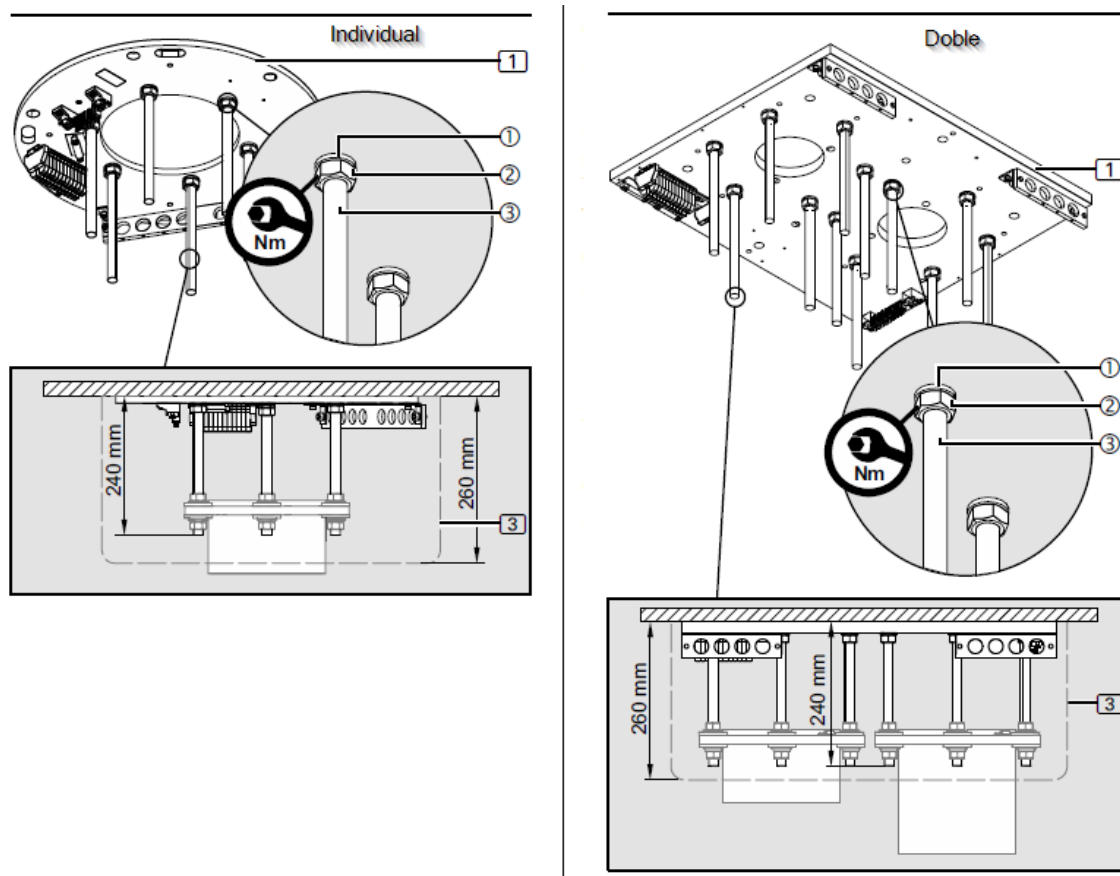

Fig. 13 Montage de la plaque d'interface sans faux plafond
- Réglez la distance entre les écrous hexagonaux M16 (2) et la plaque d'interface de 1 à $L = LG - 95$ mm (min. 110 mm / 150 mm).
- Visser les écrous hexagonaux M16 (2) sur les boulons filetés M16 (1) à la distance calculée L.
- À l'aide d'un niveau à bulle numérique, alignez les écrous hexagonaux M16 de ② à l'horizontale.
- Montez 1 rondelle plate d'un diamètre extérieur de 34 mm ③.
- Placez 1 disque isolant en plastique ④ (comme indiqué dans la figure 13) de manière à ce que la rondelle plate d'un diamètre extérieur de 34 mm ③ repose sur le disque isolant en plastique ④.
- Fixez le disque isolant en plastique ④ aux boulons filetés M16 ① avec de l'adhésif ou du ruban élastique.
- Réglez la distance entre les écrous hexagonaux M16 (2) et la plaque d'interface de 1 à 150 mm.
- À l'aide d'un niveau à bulle numérique, alignez les écrous hexagonaux M16 de (2) à l'horizontale.
- Montez 1 rondelle plate d'un diamètre extérieur de 34 mm (3).
- Placez 1 disque isolant en plastique (4) (comme indiqué dans la figure 13) de manière à ce que la rondelle plate d'un diamètre extérieur de 34 mm (3) repose sur le disque isolant en plastique (4).